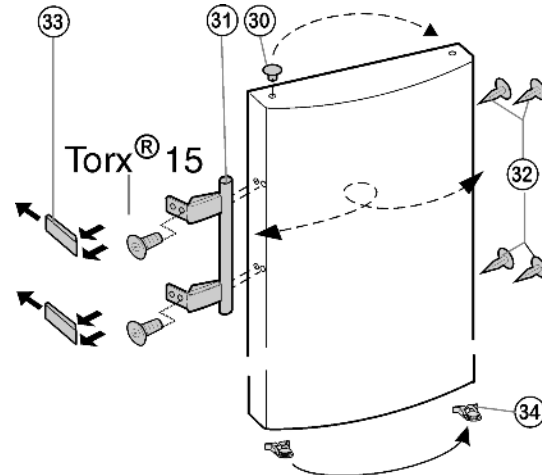

Fig. 7
- ▶ Enlever le bouchon Fig. 7 (30) du coussinet de la porte et le mettre de l'autre côté.
- ▶ Démontez la poignée de porte Fig. 7 (31), le bouchon Fig. 7 (32) et les plaques d'appui Fig. 7 (33) puis les repositionner sur le côté opposé